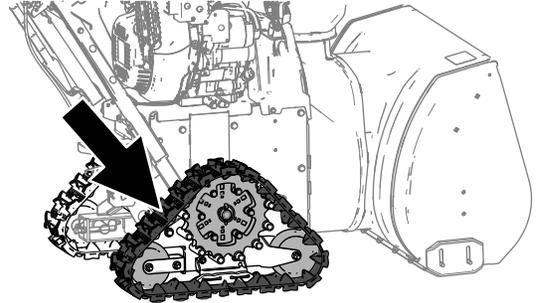

Bild 25
- Bringen Sie eine Kraft von 44 N zwischen der mittleren und hinteren Laufrädern auf (Bild 25).